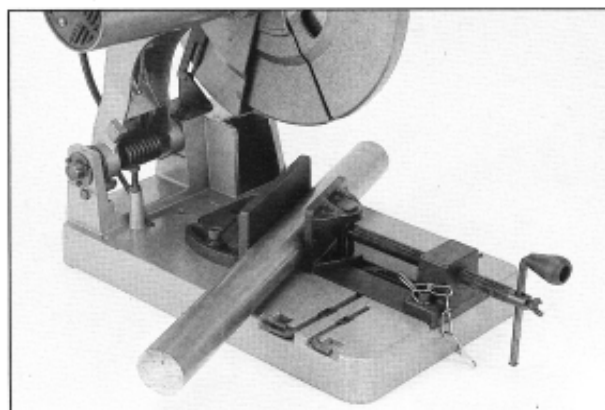

Abb.11
2. La figure 11 montre une pièce serrée dans l'étau pour une opération de coupe d'onglet caractéristique.